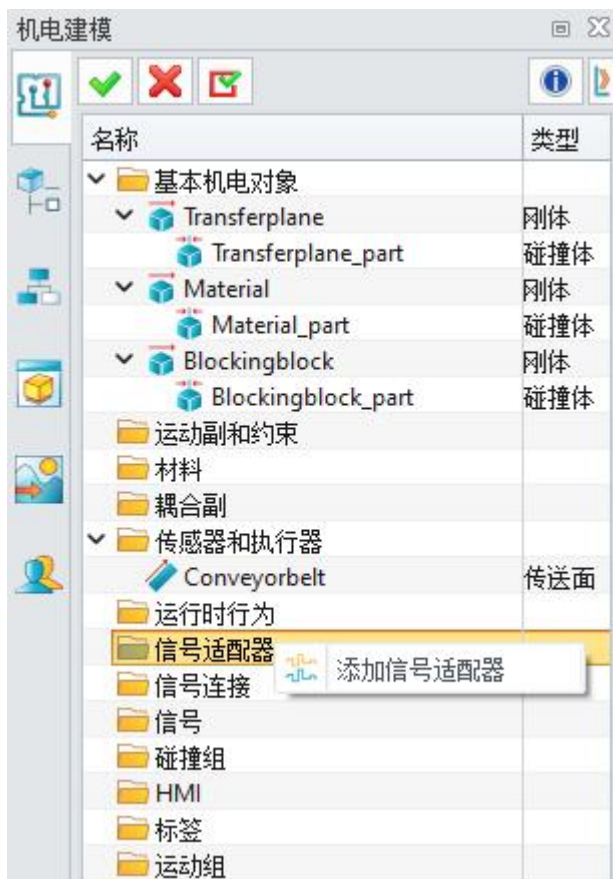

图 6-15: 信号适配器
- 点击“信号适配器”，然后右键单击并选择“添加信号适配器”。（图 6-15）